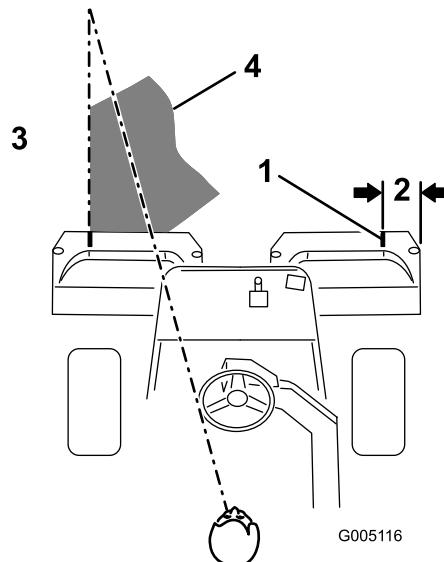

図 31
**注** グリーン内をぶれずにきれいに直進し、刈り込みの済んだ列との距離を一定に保って走るために車体前方 1.8 から 3 m のところに視線を置いて、刈り込み済みの済んでいる列にラインを合わせるようにするのがコツです **図 31**。ハンドルを目印にして距離を合わせても良いでしょう。その場合、ハンドルの縁と本機前方の目標ラインとを重ねて見ながら運転します。